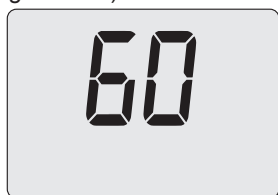

Figura 5.48
- Premendo il tasto 17 (Figura 5.45) sul display LCD appare il valore del parametro P03 (Figura 5.48).